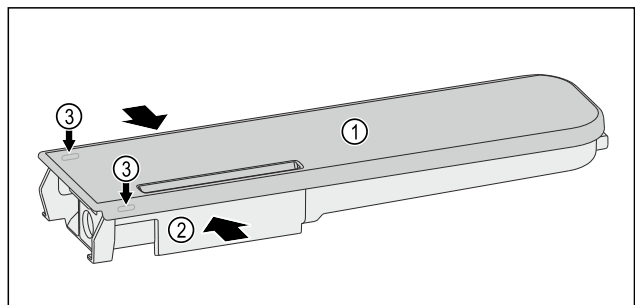

Fig. 123
- ▶ Притисніть бак для води Fig. 123 (2), обережно підчепіть і потягніть угору кришку Fig. 123 (1) за допомогою фіксувальних язичків Fig. 123 (3).
- Обережно порушайте кришку Fig. 123 (1) вперед-назад і зніміть її вгору.